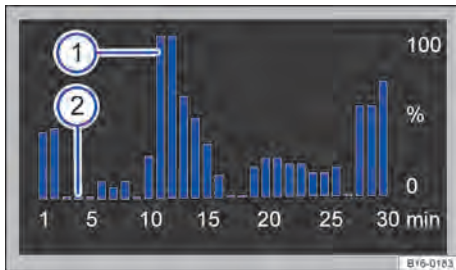

Fig. 16 Display para o sistema Infotainment: Exibição dos valores das emissões.
Uma barra completamente preenchida ou 100 % ⇒ Fig. 16 ① significa que para um intervalo de 1 minuto foi utilizado o acionamento da propulsão híbrida livre de emissões ou conduzido sem propulsão (roda-livre).